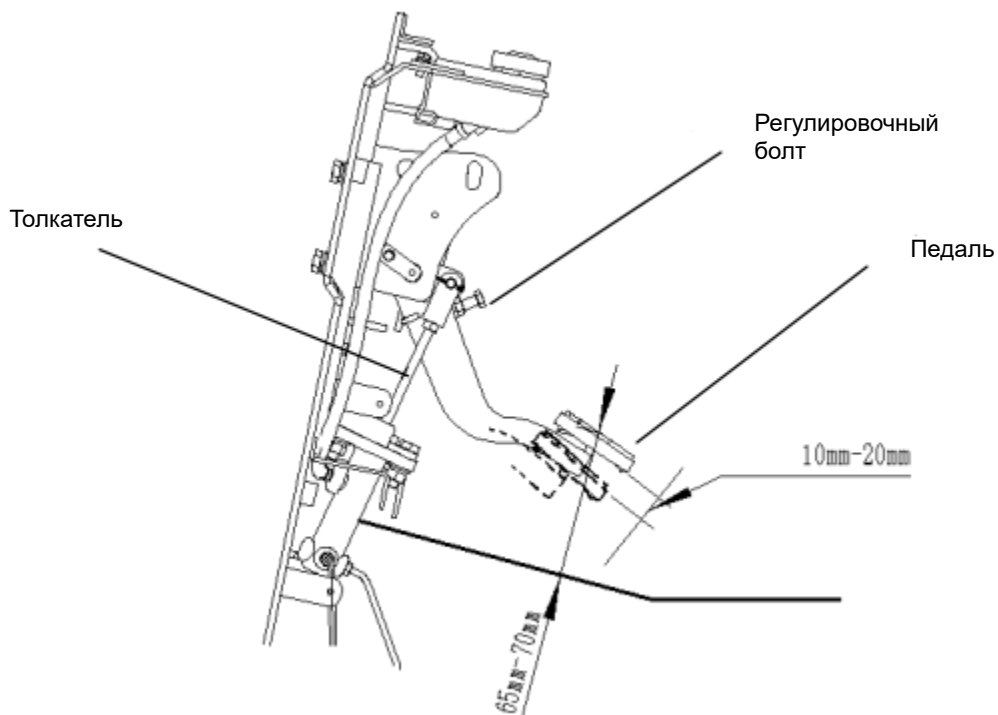

Рисунок 2-11
- (1) Освободите рычаг;
- (2) При помощи регулировочного болта отрегулируйте высоту педали, как показано на Рис. 2-11;
- (3) отрегулируйте длину толкателя таким образом, чтобы его конец касался поршня основного гидроцилиндра. Затем поверните назад на 1-2 оборота, чтобы гарантировать свободный ход педали порядка 10-20 мм;
- (4) Затяните гайки толкателя и болта регулировки высоты педали.